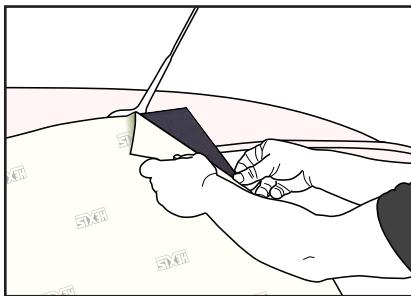

Figure 10
- › Retirer le liner du centre vers l'extérieur du complexe. (FIG. 10)